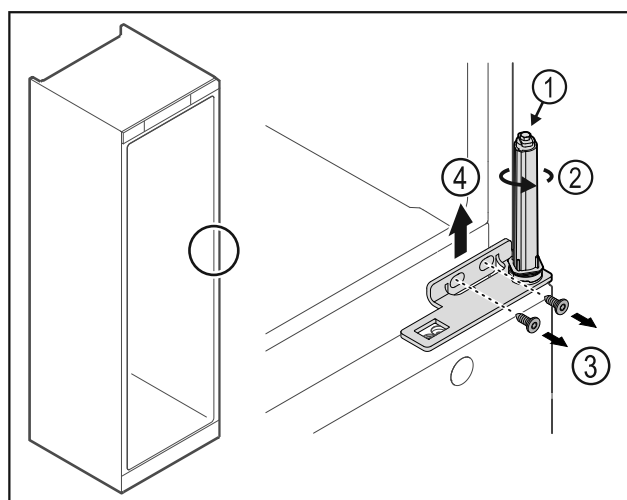

Fig. 27
- ▶ System blokującego drzwi nie należy demontować Fig. 27 (1).
- ▶ System blokujący Fig. 27 (2) obrócić do momentu, aż kliknie.
► Poluzować śruby Fig. 27 (3), wyjąć zawias do góry Fig. 27 (4).